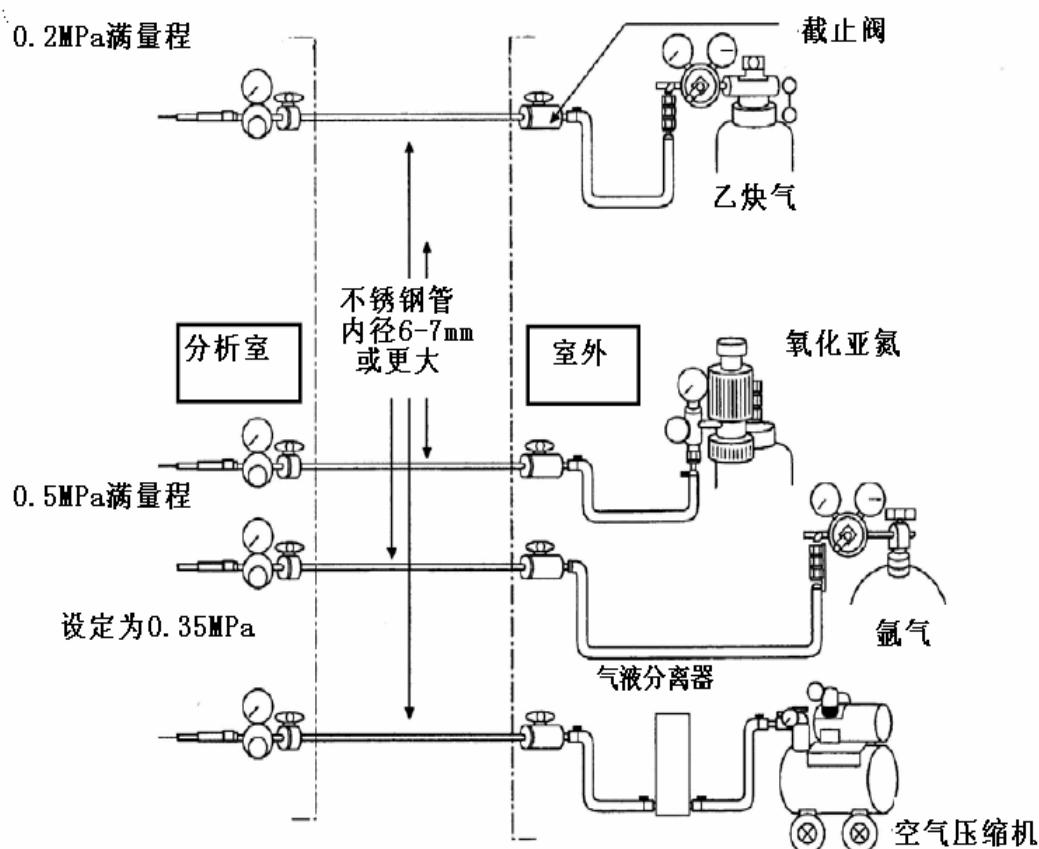

图2.2 原子吸收仪器用配管推荐例
- (c) 在空气配管系统内，应在图2.2所示位置安装气液分离器。使用充分干燥的空气供应源时无需安装。
- (d) 图2.2 表示配管例。
| 3. 气体 | 3-1 空气 3-2 氧化亚氮气 3-3 乙炔 3-4 气瓶的安装 3-5 气体配管 | 不含油、水分、灰尘 纯度98 %以上，水分1 %以下（工业用） 纯度98 %以上 附近无直射阳光、炉子、暖气设备等热源。 随时保持在40°C 以下。 附近无油、汽油、有机溶剂等引火源。 换气充分。 安装在室外时，避免风雨吹淋。 参照图2.2 原子吸光仪器用配管推荐例 | |